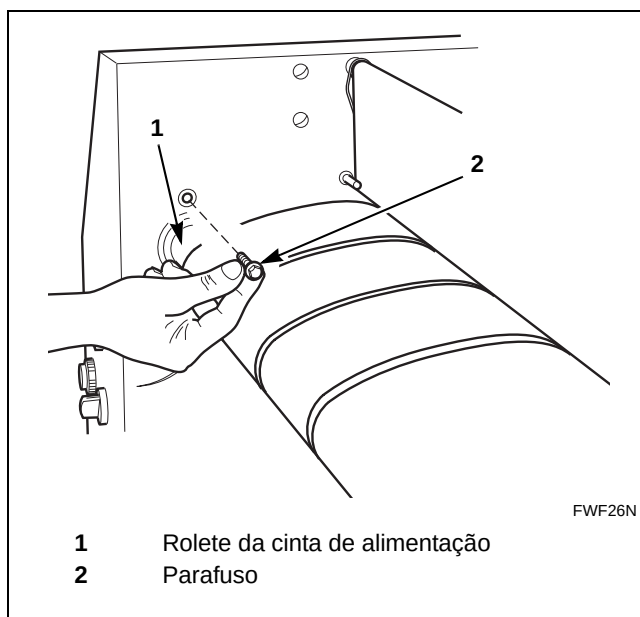

Figura 31
6. Desbloqueie o rolete da cinta de alimentação, no painel interior do lado esquerdo, removendo dois parafusos. Mantenha o rolete no mesmo sítio e verifique a direcção na qual o rolamento está montado. Consulte a *Figura 31*.